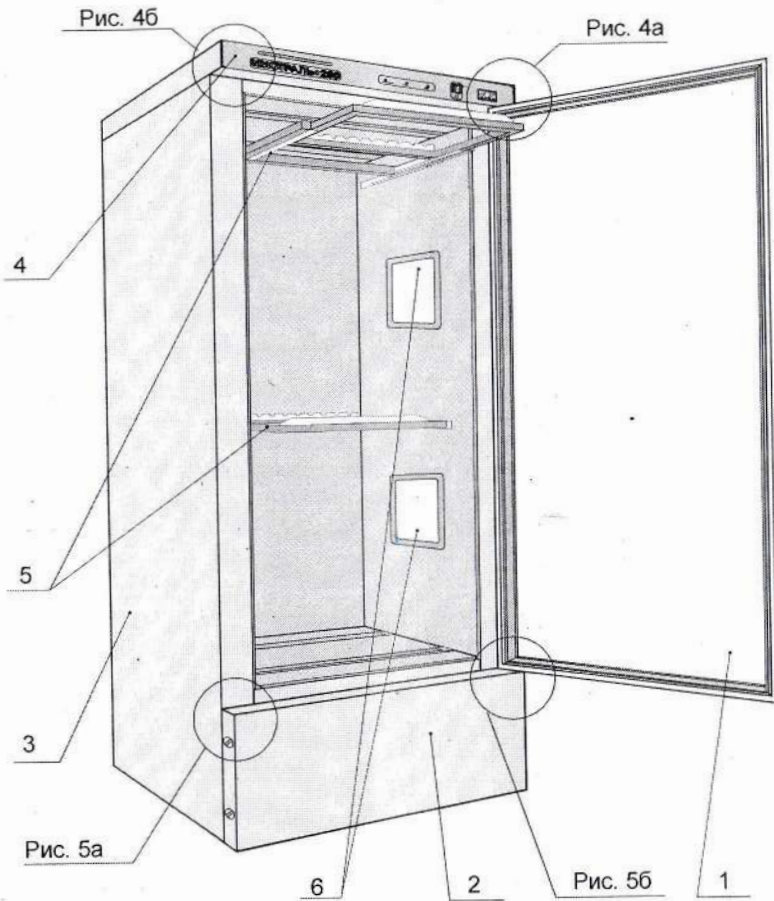

Рис. 1 Сушильный шкаф
- 1.1. Шкаф сушильный (рис.1) предназначен для сушки закрепленных в рамки рентгеновских пленок после химической обработки и промывки.
5.1. Расположение основных элементов шкафа показано на рис.1 .
6.8. Удалите пластмассовую проставку 1, расположенную между нижней панелью шкафа и рамой стеклянной двери (рис.1), для чего аккуратно приоткройте дверь. После того, как проставка выскочит, дверь скачком опустится на 2–3 мм вниз и встанет в нормальное рабочее положение.
6.9. Проверьте возможность свободного выдвижения из шкафа обеих полок 5 рис.1.